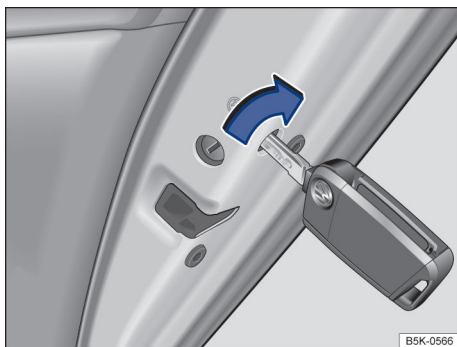

Fig. 61 Travamento de emergência do veículo com a chave do veículo.
- Inserir a haste da chave na fenda → Fig. 61 e girar.